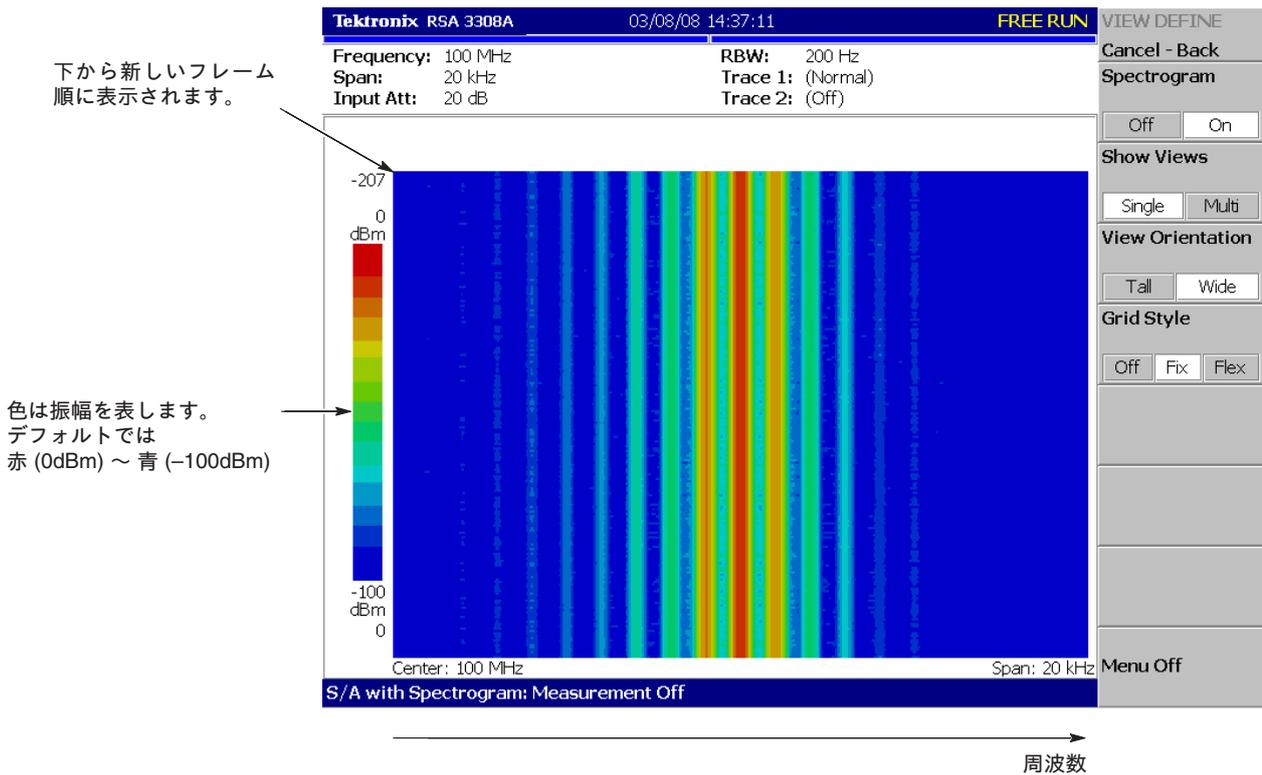

図 2-32 : スペクトログラム表示例
- b. **VIEW** 中の **DEFINE** キーを押し、**Show Views** サイド・キーを押して、**Single** を選択します。スペクトログラムだけが表示されます (図 2-32)。